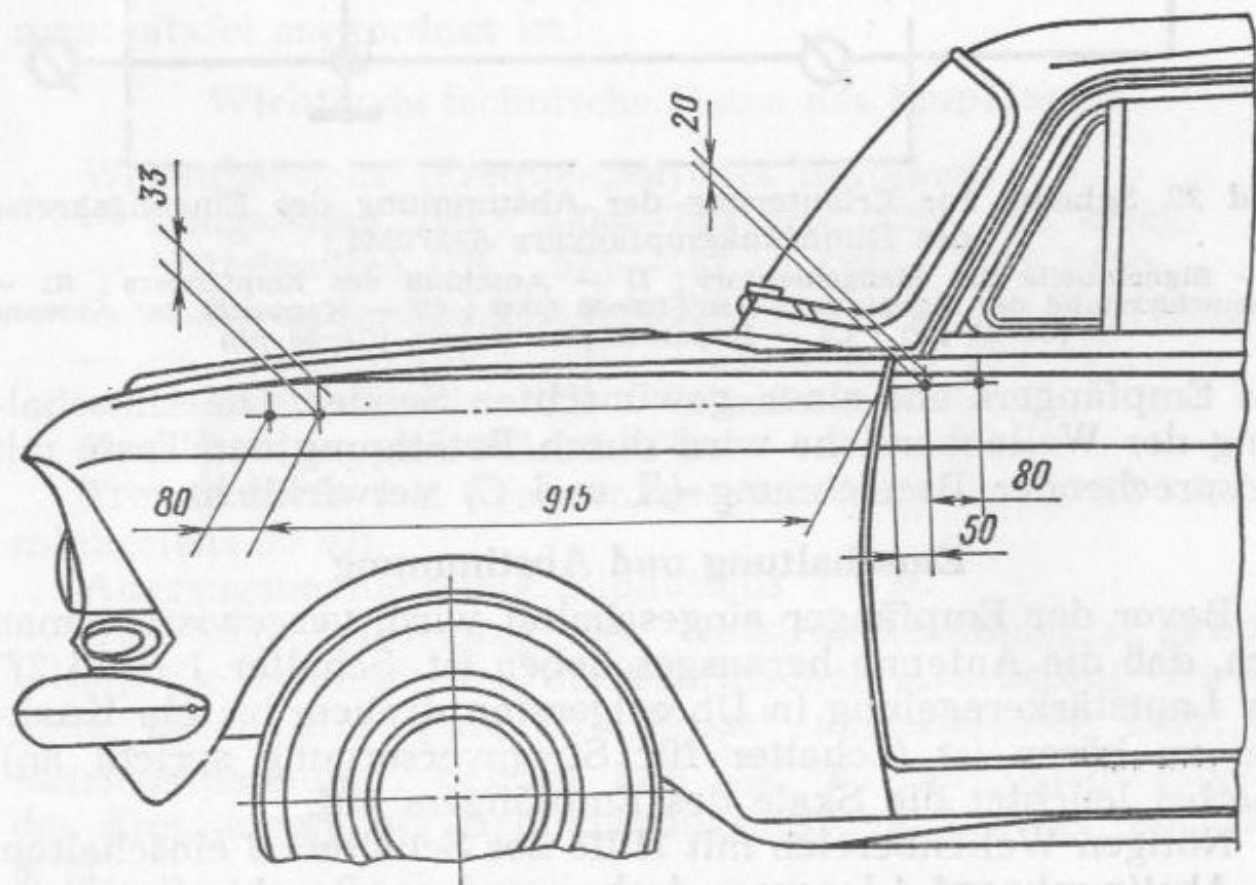

Bild 31. Anordnung der Löcher im Kotflügel und in der Tür der Karosserie für Befestigung des Außenspiegels
geordnet sind, wie in Bild 31 dargestellt, wird dem Fahrer eine ausreichende und praktisch gleiche Übersicht der Straße hinter dem Wagen gewährleistet. In dieser Beziehung sind beide Varianten der Aufstellung des Rückblickspiegels außerhalb der
1. Zwei Bohrungen (Dmr. 6,6 mm) in Kotflügel oder Türplatte entsprechend den Abmessungen in Bild 31 bohren.